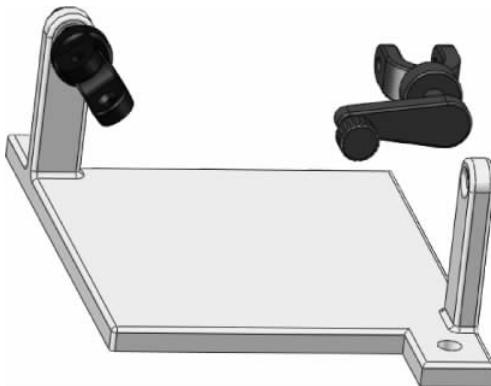

图 3-57 插入摇棒
(1) 单击【装配体】工具栏中的【插入零部件】按钮 ，弹出【插入零部件】的属性设置。单击【浏览】按钮，在弹出的【打开】对话框中选择零件【摇棒】，单击【打开】按钮，在图形区域的合适位置单击插入，如图 3-57 所示。